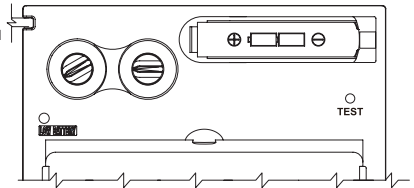

Figura.1
- Installazione della batteria.** Quando l'indicatore della carica della batteria diventa rosso, sostituire immediatamente la batteria. Installare la nuova batteria rispettando le indicazioni dei poli positivo e negativo riportate nel vano della batteria (Figura 1).
- TEST.** Premere e tenere premuto il pulsante di test per vedere in anteprima la scelta del grado di oscuramento prima della saldatura (Figura 1). Rilasciando il pulsante la finestra di visione ritornerà automaticamente allo stato chiaro (DIN 3.5).